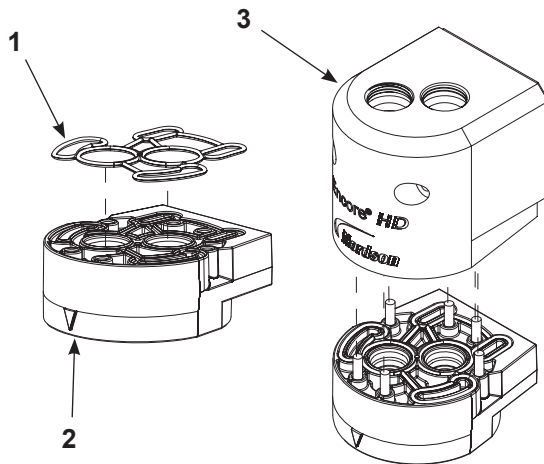

Figura 21 Asamblați blocul inferior Y la colectorul de purjare
1. Vezi figura 21. Așezați inelul O personalizat (1) în blocul superior Y (2), așa cum este prezentat, apoi strângeți blocul superior Y la carcasa colectorului de purjare (3) cu ajutorul elementelor metalice care v-au fost puse la dispoziție (4).